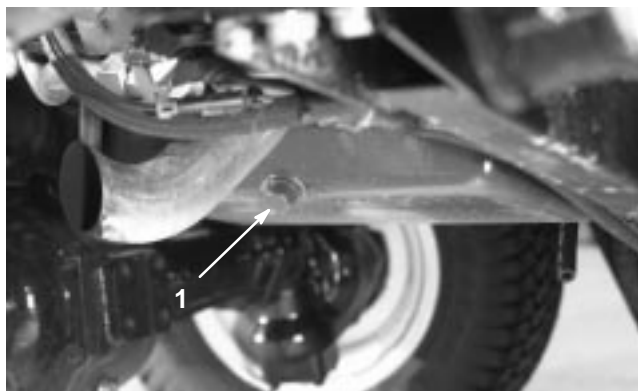

Figure 48
1. Enlevez un des bouchons de vidange (Fig. 48) et laissez s'écouler l'huile dans un bac de vidange. Remettez le bouchon quand toute l'huile s'est écoulée.